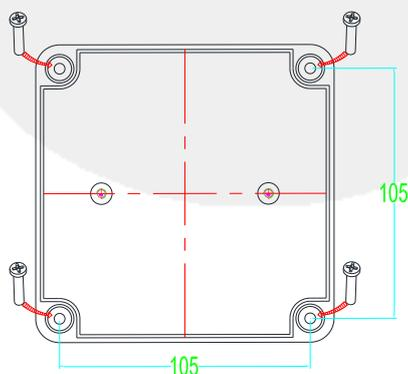

Fig. 1 – Corpo do módulo
- Faça a fixação do roteador no local (parede ou teto) usando parafusos de fixação através das abas de montagem nas laterais do corpo, conforme mostrado na FIG. 1. (Parafusos e buchas fornecidos com o equipamento).